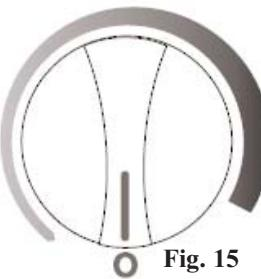

Fig. 15
- Pour arrêter le congélateur, (discontinuer le refroidissement) tournez la commande du thermostat à la position "0". Voir la Fig. 15.